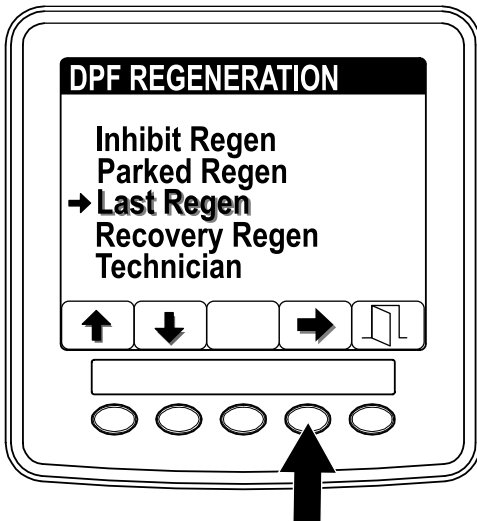

図 36
1. 再生DPF Regenerationメニューから、ボタン 1 と 2 を使ってスクロールして LAST REGEN最近の再生メニューに入る 図 36。
2. ボタン 4 で Last Regen に入る 図 36。